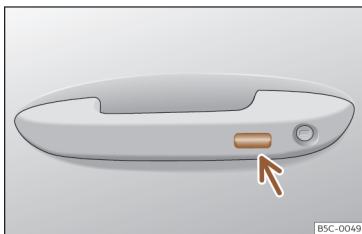

Fig. 83 Manípulo da porta: superfície sensora.
- **OU:** através do sistema Keyless Access (apenas fecho): Mantenha um dedo durante alguns segundos sobre a superfície sensora de bloqueio >>> **Fig. 83** (seta) do manípulo da porta para fechar as janelas e o teto. Se deixar de tocar na superfície sensora, interrompe a função de fecho.
Mantenha um dedo durante alguns segundos sobre a superfície sensora de bloqueio >>> **Fig. 83** (seta) do manípulo da porta para fechar o teto. Se deixar de tocar na superfície sensora, interrompe a função de fecho.